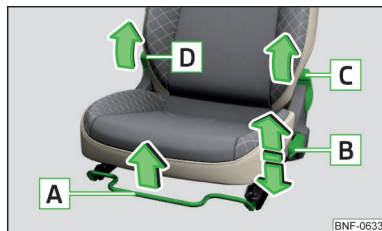

Fig. 50
Sæderne kan indstilles ved at trække eller trykke det pågældende betjenings-element i pilenes retning » Fig. 50.
- Træk i armen **D** » Fig. 50, og klap ryglænet frem.